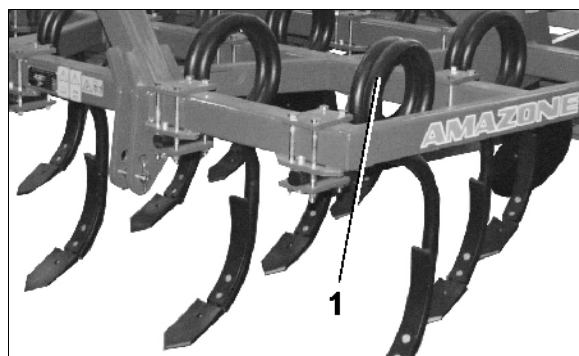

Fig. 12
- **Rundstahlzinken (Fig. 12/1)**